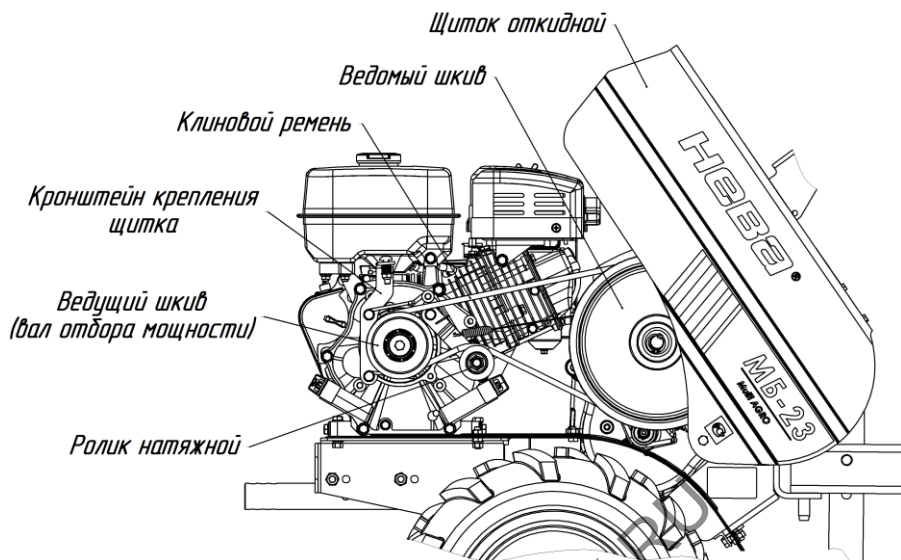

Рис.2 Мотоблок модификаций МБ23 МультиАГРО. Вид слева (щиток поднят)
**Щиток откидной** – устанавливается на мотоблок, предназначен для защиты вращающихся частей мотоблока и для облегчения сервисного обслуживания изделия (рис.2).